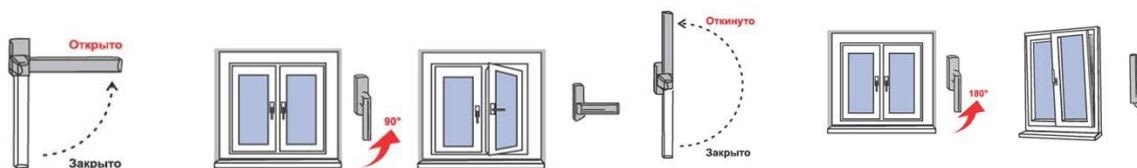

Рис. 1
2. Чтобы открыть (распахнуть) створку окна, ручку поворачивают на 90 градусов в горизонтальное положение (положение «Открыто» на Рис. 1). При повороте ручки закрытую створку слегка прижимают к раме другой рукой (чуть выше ручки). Затем, потянув за ручку, створку распахивают (сплошной режим - поворотное открывание).
3. Для перевода створки из закрытого положение в откидное (поворот створки относительно нижней горизонтальной оси, положение «Откинута» на Рис.1) ручку поворачивают вертикально на 180 градусов вверх, затем, потянув за ручку, поворачивают створку относительно нижней горизонтальной оси на заданный изготовителем угол (не более 10 градусов) (откидной режим).
4. Для запираения створки из открытого или откидного положения ее сначала закрывают и, придерживая створку рукой, поворачивают ручку вертикально вниз (положение «Закрыто» на Рис. 1).